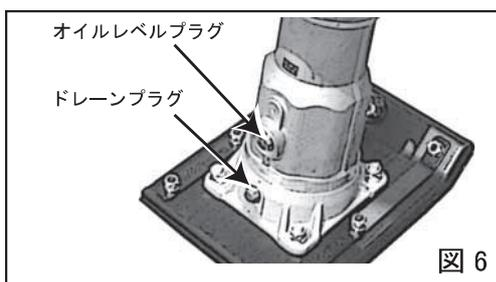

図 6
7.4 機体を水平な場所に置いて、プロテクトスリーブのオイルレベルプラグを取り外し、潤滑油が口元まで入っているかを確認してください。潤滑油は自動車用エンジンオイルSEまたはSF級以上の10W-30を入れてください。MT-55L型は520cc入っております。オイルレベルプラグ、ドレーンプラグの締め付けトルクは $39.2(N \cdot m) < 400(kgf \cdot cm) >$ です。(図6)